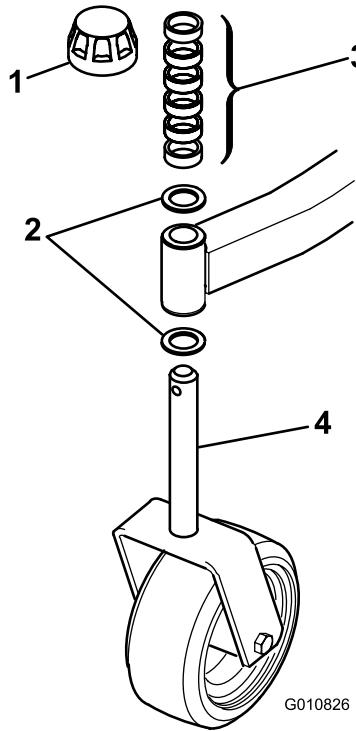
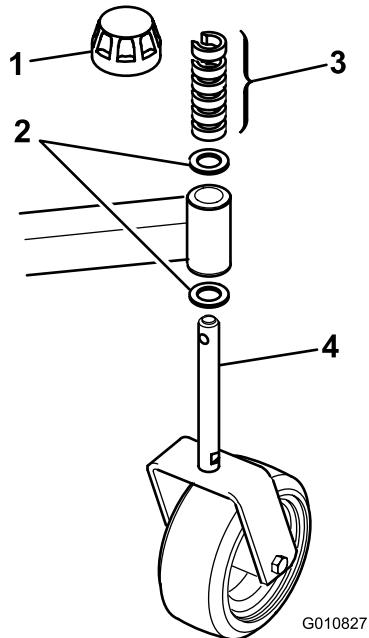

Figura 2
Figura 3
- Retire as tampas de fixação dos rolamentos do eixo e desloque os espaçadores e anilhas de encosto (Figura 2 e Figura 3).